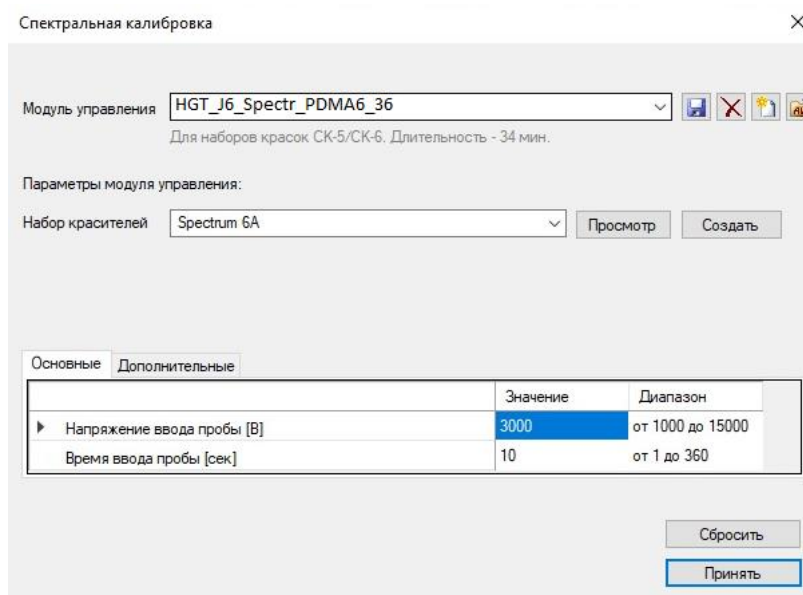

Рисунок 6
3. В качестве модуля управления выбрать «HGT_J6_Spectr_PDMA6_36», подходящий к сочетанию капиллярной сборки и типа полимера. В качестве набора красителей выбрать «Spectrum 6A» (рисунок 6).